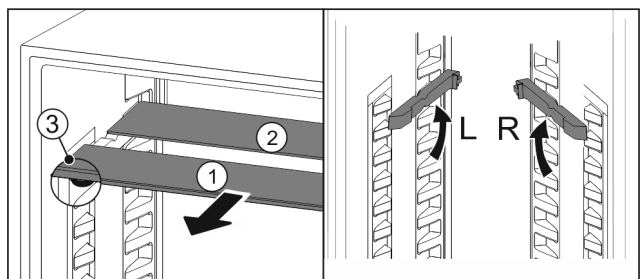

Fig. 127
- ▶ По одной извлеките Fig. 127 (1) стеклянные панели движением вперед.
- ▶ Стекла́нная панель Fig. 127 (1) с декоративной планкой лежит спереди.
- ▶ Стопоры Fig. 127 (3) показывают вниз.